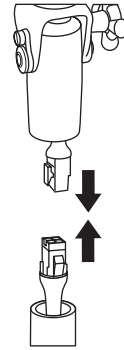

FIGURA 4
16. Conecte los enchufes que salen de la parte inferior del soporte del motor y de la parte superior del tubo telescópico. Vea la Figura 4.